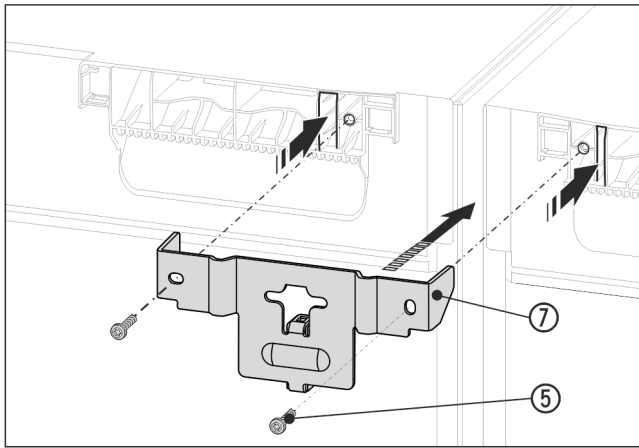

Fig. 16 Piemēra attēlojums
- Iebīdiet leņķi Fig. 16 (7) ar spraisli starp ierīcēm un ar cilpām ierīces pārsegumā. Pieskrūvējiet ar 2 skrūvēm Fig. 16 (5).